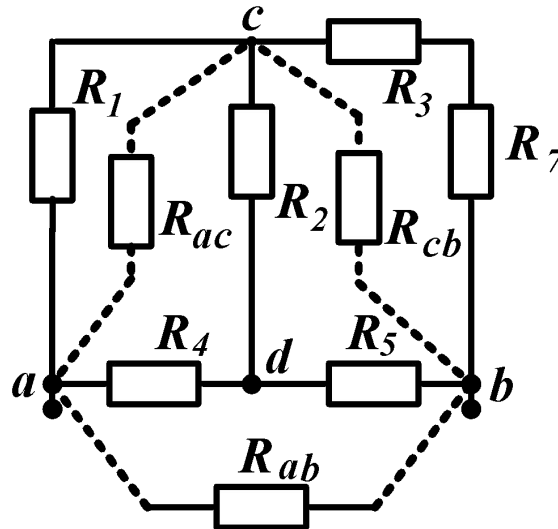

Рисунок 3.16
8) Зірка резисторів, що складається з R_2 , R_4 , R_5 , замінюється трикутником резисторів R_{ab} , R_{ac} , R_{cb} (рис. 3.16)